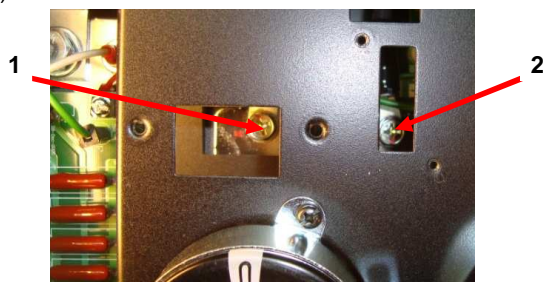

Рис. 7.18. Подключение выводов «+» и «-».
7.15.6. Присоединить силовые выводы «+» и «-» к выводам шины ЗПТ и прикрутить винтами (рис.7.18).